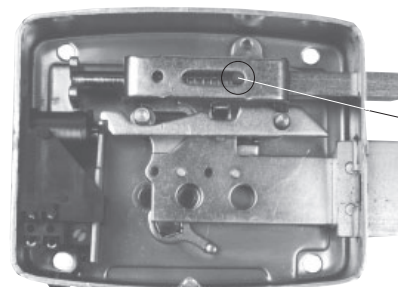

Fig.1
- A fechadura está preparada para portas pesadas. Para diminuir o esforço de fecho, em portas leves, retirar simplesmente o perno vermelho **fig. 1**.
- La cerradura ha sido predispuesta para puertas pesadas. Para reducir el esfuerzo de cierre, en el caso de puertas ligeras, basta retirar el perno rojo **fig. 1**.
- The lock is set for heavy doors. When used on light doors, remove the red pin to smoothen the closing of door **fig. 1**.